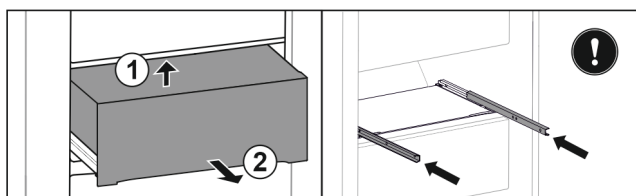

Fig. 159
- ▶ Løft skuffen nedenfra på baksiden. *Fig. 159 (1)*
- ▶ Ta ut skuffen framover. *Fig. 159 (2)*